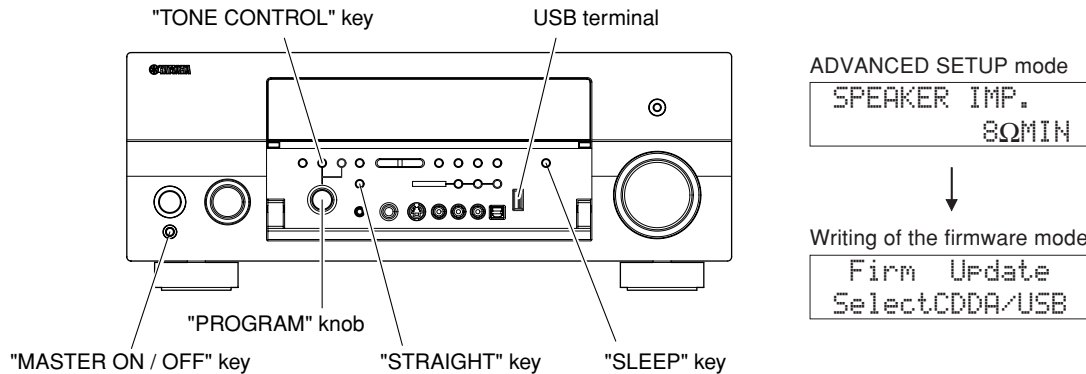

Fig. 1
- Press the "MASTER ON/OFF" key of the main unit while simultaneously pressing the "STRAIGHT" key of the main unit. Then the ADVANCED SETUP mode is activated. (Fig. 1)
- 本機の"STRAIGHT"キーを押しながら、"MASTER ON/OFF"キーを押し、アドバンスドセットアップを起動します。(Fig. 1)
5. Press and hold the "SLEEP" key of the main unit for about 3 seconds. (Fig. 1)
Writing of the firmware is started. (Fig. 1)
7. Press the "SLEEP" key of the main unit. (Fig. 1)
8. Insert the USB flash memory to the USB terminal of the main unit. (Fig. 1)
5. 本機の"SLEEP"キーを約3秒間押し続けます。(Fig. 1)
ファームウェアの書き込みが起動します。(Fig. 1)
7. 本機の"SLEEP"キーを押します。(Fig. 1)
8. 本機のUSB端子にUSBフラッシュメモリーを差し込みます。(Fig. 1)